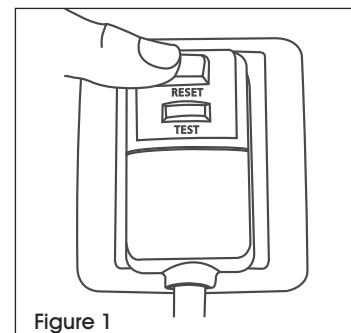

Figure 1
3. Appuyez sur le bouton « **RESET** » (réinitialiser). Un clic se fera de nouveau entendre au blocage du bouton. (Voir Figure 1)